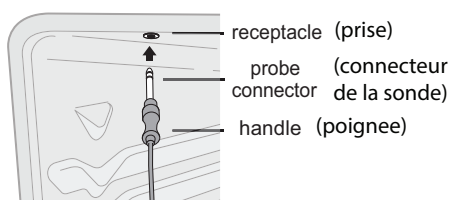

Figure 34 : Connecteur de la sonde
3. Branchez le connecteur de la sonde dans la prise située à l'intérieur du four (assurez-vous que le four est froid). La prise de la sonde est située dans le coin supérieur gauche de la cavité du four (Figure 34).